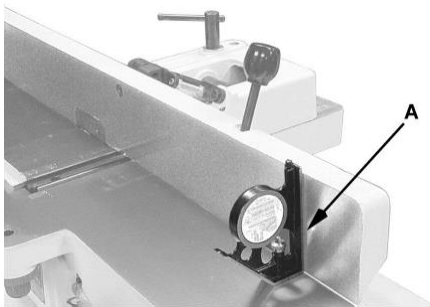

Рис. 25
5. Поместите инструмент для измерения угла на стол и на упор, чтобы проверить правильность установки угла 90° (А, рис. 25).
6. Если упор находится не под прямым углом по отношению к столу, ослабьте фиксатор (J), ослабьте шестигранную гайку (F), и вращайте стопорный болт (E) до тех пор, пока угол между упором и столом не составит 90° .
7. Затяните стопорную гайку (F) чтобы зафиксировать угол. Затяните фиксатор (J).